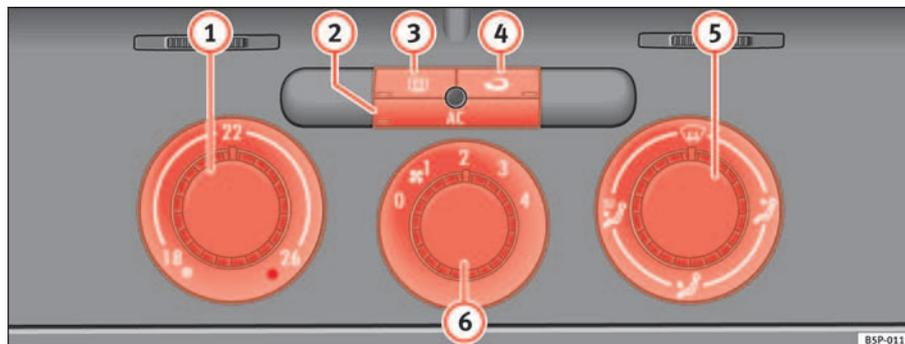

Fig. 123 Sulla plancia portastrumenti: i comandi del Climatic
- Ruotare verso destra la manopola di regolazione della temperatura ⇒ fig. 123  portandola sul livello desiderato.